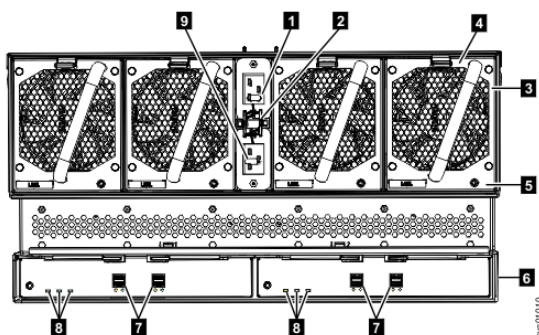
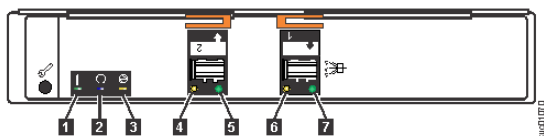

Figure 146. Voyants à l'arrière du boîtier d'extension
Figure 147. Voyants à l'arrière de la cartouche d'extension
Le Tableau 19, à la page 129 explique la fonction et l'état qui sont indiqués par chacun des voyants. Les cordons d'alimentation de chaque unité d'alimentation électrique sont accessibles depuis l'arrière du boîtier d'extension (1), comme indiqué dans la Figure 146, à la page 131.
La Figure 146, à la page 131 présente l'arrière d'un boîtier d'extension 2145-92F . Les voyants à l'arrière du boîtier fournissent des informations sur chaque module de ventilation, chaque cartouche d'extension et les liaisons SAS.
Le boîtier d'extension dispose de quatre ventilateurs. Chaque ventilateur comporte un voyant ; par exemple, la Figure 146, à la page 131 représente l'emplacement du voyant **(5)** pour le ventilateur numéro quatre. Lorsqu'un ventilateur fonctionne normalement, le voyant n'est pas allumé. Si une erreur est détectée, le voyant orange est allumé.
Comme le montre la Figure 146, à la page 131, le boîtier d'extension contient deux cartouches d'extension. Chaque cartouche d'expansion contient son propre jeu de voyants, comme indiqué dans la Figure 147, à la page 131. Les voyants fournissent des informations d'état sur la cartouche d'extension même et sur les connexions SAS.